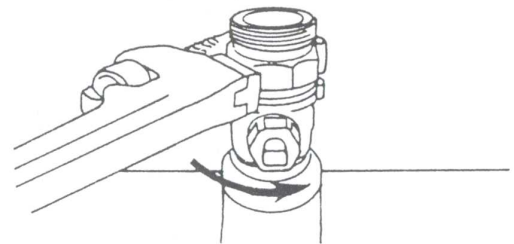
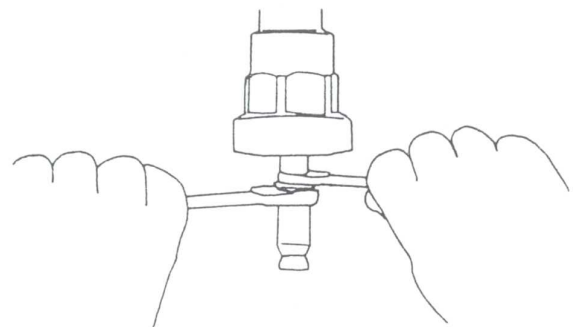

図 13
図 14
④サドル付分水栓からアダプタをパイプレンチで外す。(図 13)
⑤密着用ヘッドを片ロスパナで押さえ、密着用ビスにマイナスドライバーをかけて緩める。
⑥密着用ヘッドを本体のシャフトから外す。(図 14)
⑦本体ねじ軸を手で止まるまで左に回す。